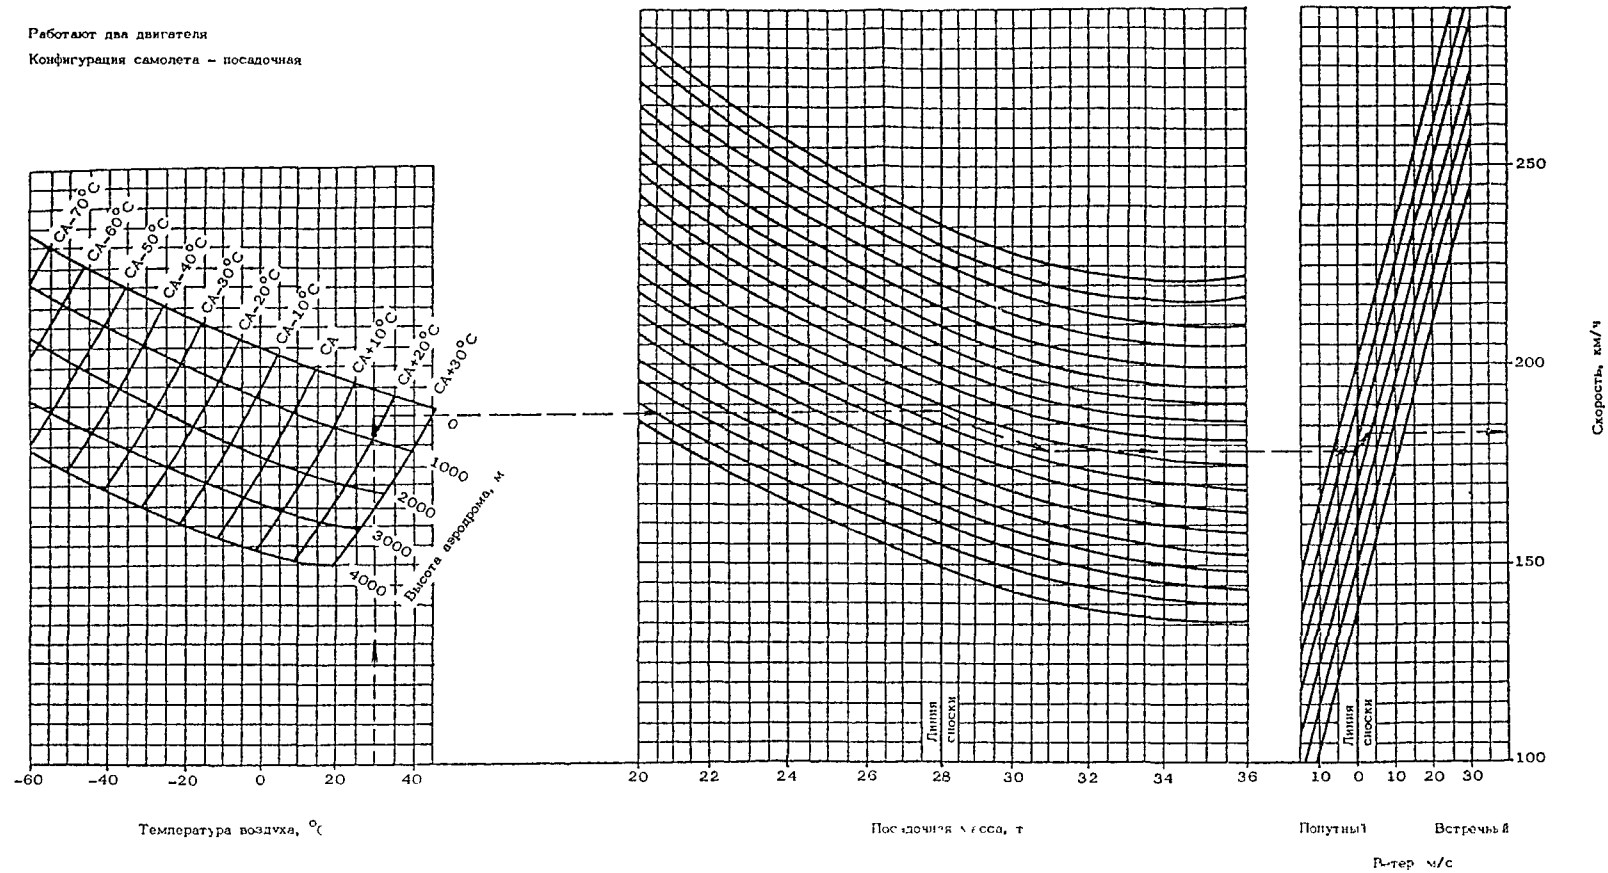

РИС. 55. ДОПУСТИМЫЕ ПРИБОРНЫЕ СКОРОСТИ ВКЛЮЧЕНИЯ
3. Для выбранной массы 33 т по рис. 55 определите максимально допустимую скорость включения тормозов колес шасси. Она равна 205 км/ч.
3. По рис. 55 определите максимальную скорость включения тормозов колес шасси. Для посадочной массы 30,4 т она равна 176 км/ч, для массы 28,8 т она равна 180 км/ч.
Скорость включения тормозов по рис. 55